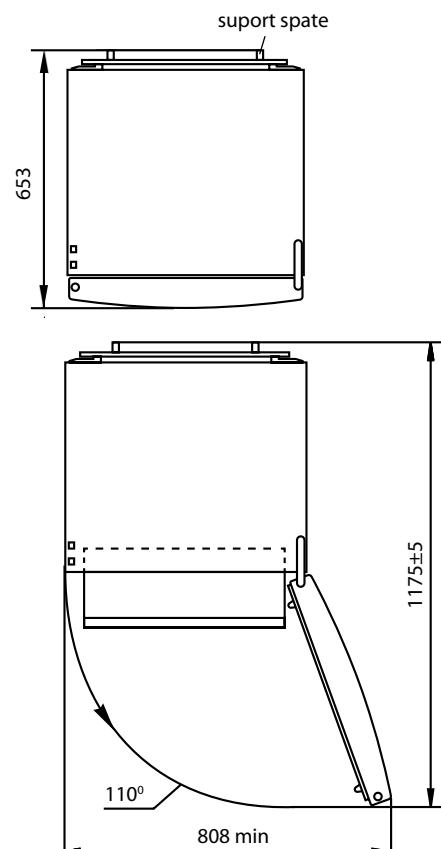

Figura 2 – Frigider (imaginie de sus)
1.4 Spațiul total, necesar pentru funcționarea frigiderului este determinat de dimensiunile indicate în Figura 2 în milimetri. Construcția frigiderului asigură un unghi maxim de deschidere a ușii – 110°. Pentru a evita defectarea, **ESTE INTERZISĂ** aplicarea forței pentru deschiderea ușilor la un unghi de peste 110°.